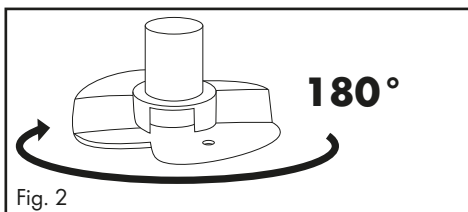
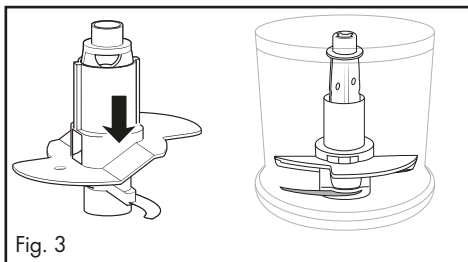

Fig. 2
Fig. 3
- For at piske 200 ml fløde skal du dreje piskedelen **11** 180° vandret (fig. 2), så den kun sidder på én kniv **8** og går i indgreb (fig. 3). Så piskes fløden hurtiger: